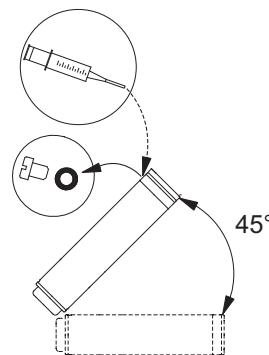

Рис. 6 Положение электродвигателя при заполнении – MS 6000
- В случае если электродвигатель поставляется со склада, необходимо проверить уровень жидкости электродвигателя перед его монтажом на насосной части. См. рис. Рис. 6.
- При проведении сервисных работ уровень необходимо проверять. См. рис. Рис. 6.
1. Расположите погружной электродвигатель, как показано на рис. Рис. 6. Заливочное отверстие должно быть в верхней точке двигателя.
3. С помощью специального шприца заливаете в электродвигатель жидкость, пока она не начнет вытекать через заливочное отверстие. См. рис. Рис. 6.